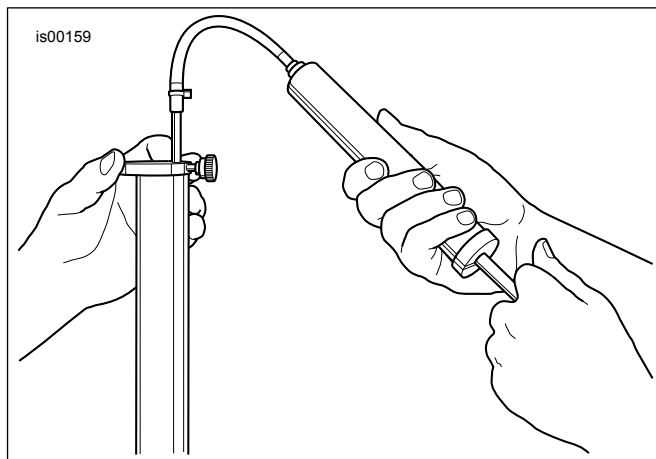

Figura 7. Extracción del exceso de aceite de la horquilla
14. Vea Figura 7. Ajuste el nivel de aceite de la horquilla para que esté a 120 mm (4.72 in) de la parte superior del tubo de la horquilla con el tubo de la horquilla comprimido y el resorte principal extraído. Proceda de la siguiente manera:
15. Instale el resorte principal (1) en el tubo deslizante (E) con el extremo del espiral denso hacia abajo.
16. Instale la arandela de presión (S) y después el collarín de resorte (T) (de la horquilla original).
17. Instale la tapa del tubo deslizante (A) y el o-ring (B) en la parte superior del tubo deslizante. Apriete la tapa a 29,9–80 N·m (22–59 ft-lbs).